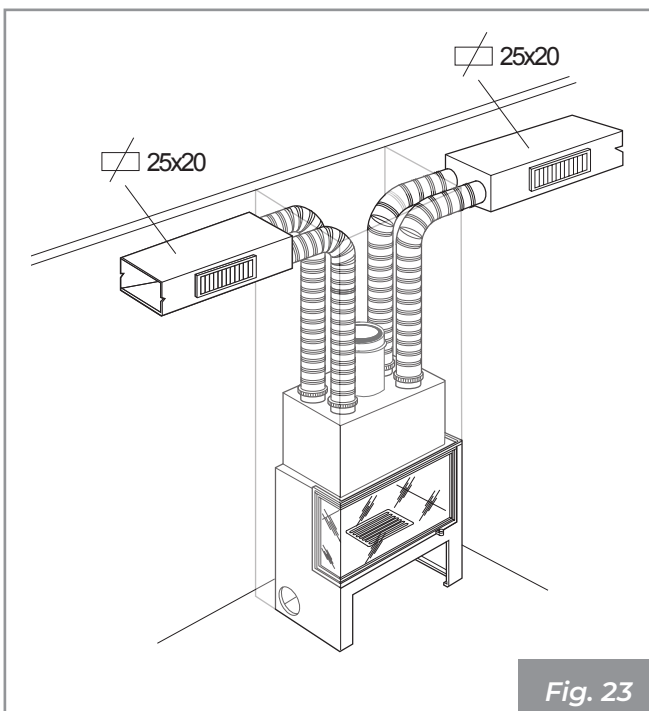

Fig. 23
- Tubo liso metálico - longitud hasta 14 m en doble conducto (Fig. 23).